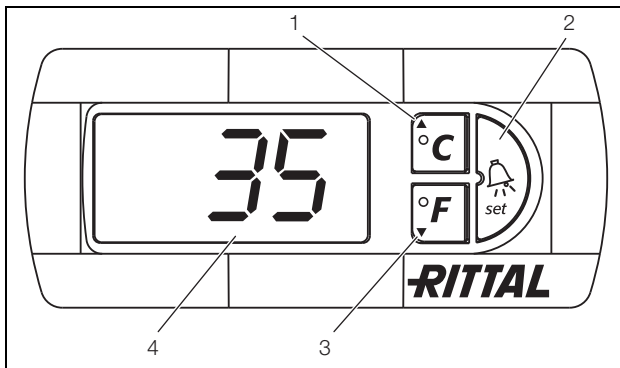

Bild 17: e-Comfort controller
e-Comfort controllern har en 7-segmentsdisplay (bild 17, nr. 4). Efter att strömförsörjningen kopplats in visas den aktuella mjukvaruversionen och det aktiverade Eco-mode under de första 2 sekunderna. Därefter förinställda tillval (t.ex. t10) eller temperaturen.
Programmering av apparaten görs via knapparna 1–3 (bild 17) Parametrarna för detta visas likaså på displayen.
- Tryck samtidigt på knapparna 1 och 2 (bild 17) i minst 5 sekunder.
Med knapparna 1, 2 och 3 (bild 17) kan du ändra 24 parametrar inom angivna områden (minimivärde, maximivärde).